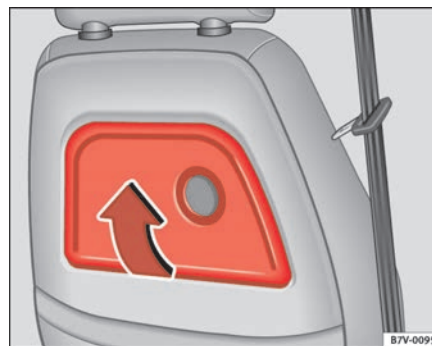

Abb. 106 Klapp-tisch am rechten Vordersitz
- Klappen Sie den Tisch in Pfeilrichtung ⇒ Abb. 106 nach oben, bis er einrastet.
- Drücken Sie den Tisch entgegen der Pfeilrichtung ⇒ Abb. 106 nach unten, bis er einrastet.